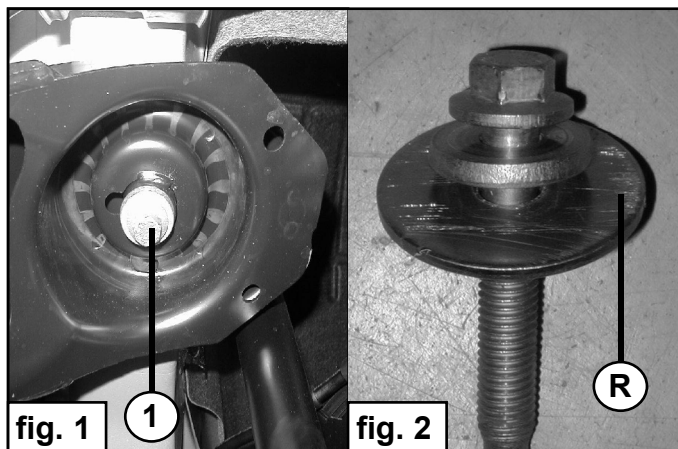

fig. 1
3. Unterstützen Sie das Subframe und demontieren Sie den Bolzen 1 durch die Windungen der Hauptfeder. Siehe Fig. 1 und 3.
3. Soutenez le faux cadre et enlevez le boulon **1** à travers les spires du ressort principal. Cf. fig. 1 et 3.